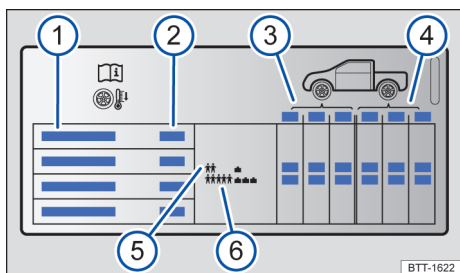

Fig. 185 Indicações na etiqueta de pressão dos pneus.
Indicações na etiqueta de pressão dos pneus → Fig. 185:
Dependendo do veículo, a etiqueta de pressão dos pneus pode conter uma pressão conforto dos pneus → Fig. 185 ③. A pressão de conforto dos pneus possibilita aumentar o conforto da condução. Ao conduzir com a pressão de conforto dos pneus, pode aumentar o consumo de combustível.